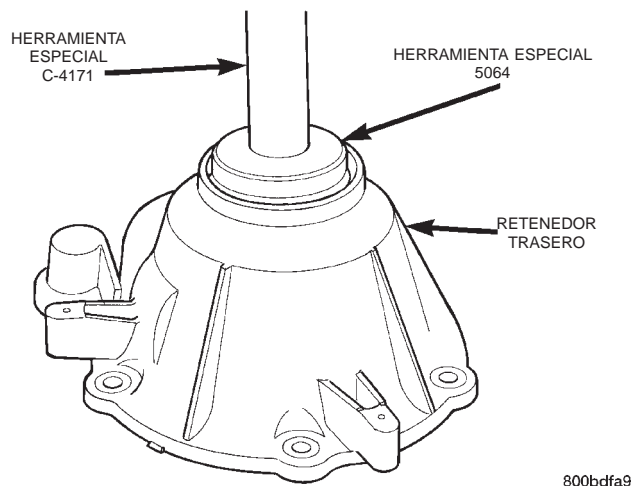

Fig. 87 Instalación del cojinete trasero en el retenedor
(1) Retire el cojinete trasero del retenedor utilizando el instalador 8128 y el mango C-4171.
(2) Instale el cojinete trasero nuevo en el retenedor con las herramientas C-4171 y 5064 (Fig. 87).